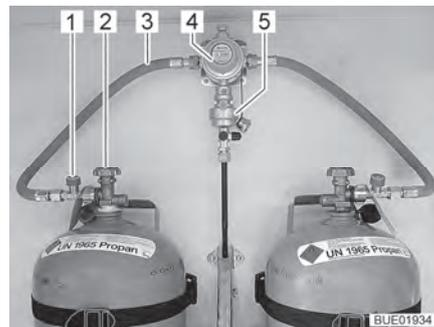

Fig. 48 Bombonas de gas con DuoControl
El sistema de regulación DuoControl se compone de una válvula selectora (Fig. 48,4) y el sensor de impacto (Fig. 48,5). El sistema de regulación DuoControl está montado entre las gomas del gas (Fig. 48,3) con dispositivo de seguridad en caso de rotura de manguera (Fig. 48,1). Con el botón giratorio (Fig. 49,1) en la válvula selectora se puede determinar cuál de las bombonas de gas se utilizará como bombona de servicio y cuál de ellas como bombona de reserva.
El dispositivo de seguridad en caso de rotura de manguera (Fig. 48,1) bloqueará el flujo de gas si se rompe la manguera conectada. El dispositivo de seguridad en caso de rotura de manguera se deberá activar pulsando la tecla verde.
En la unidad de mando (Fig. 50), se conecta y desconecta el suministro de gas a través del sistema de regulación DuoControl. Las llaves de paso principales (Fig. 48,2) de las bombonas de gas y las válvulas de paso de gas deben abrirse a mano.
- Abrir las llaves de paso principales (Fig. 48,2) de las bombonas de gas.
- Pulsar la tecla verde del dispositivo de seguridad en caso de rotura de manguera (Fig. 48,1). En la mirilla (Fig. 49,2) se visualizará la marca verde.
- Cerrar las llaves de paso principales (Fig. 48,2) de las bombonas de gas.
- Cerrar la llave de paso principal (Fig. 48,2) de la bombona de gas vacía. Observar el sentido de la flecha.
- Pulsar la tecla verde del dispositivo de seguridad en caso de rotura de manguera (Fig. 48,1).